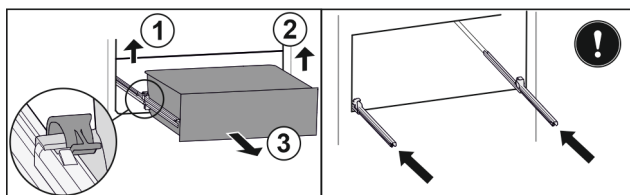

Fig. 97
- ▶ Приподнимите левый зажим и одновременно вытяните движением вперед выдвижной ящик слева. Fig. 97 (1)
- ▶ Приподнимите правый зажим и одновременно вытяните движением вперед выдвижной ящик справа. Fig. 97 (2)
- ▶ Извлеките выдвижной ящик движением вперед. Fig. 97 (3)